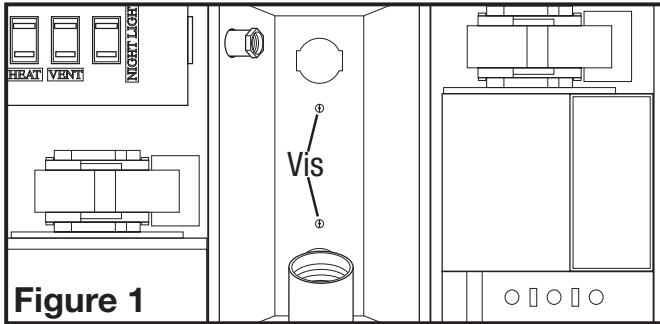

Figure 1
- Enlever les deux vis à métaux retenant le réflecteur en place. Conserver le réflecteur et les vis dans la boîte jusqu'au besoin pour éviter qu'ils soient perdus ou endommagés (Figure 1).